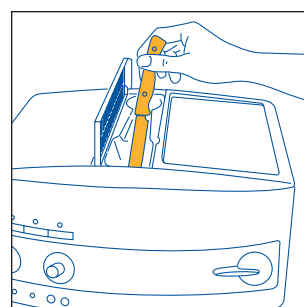

Fig.20
**OPMERKING 5:** Mocht meer dan één maatlepel voorgemalen koffie de trechter verstoppert, gebruik dan een mes om de koffie te laten zakken (fig. 20). Verwijder de infusor. Reinig de infusor en het apparaat zoals beschreven in paragraaf 10.2 "Reiniging infusor".